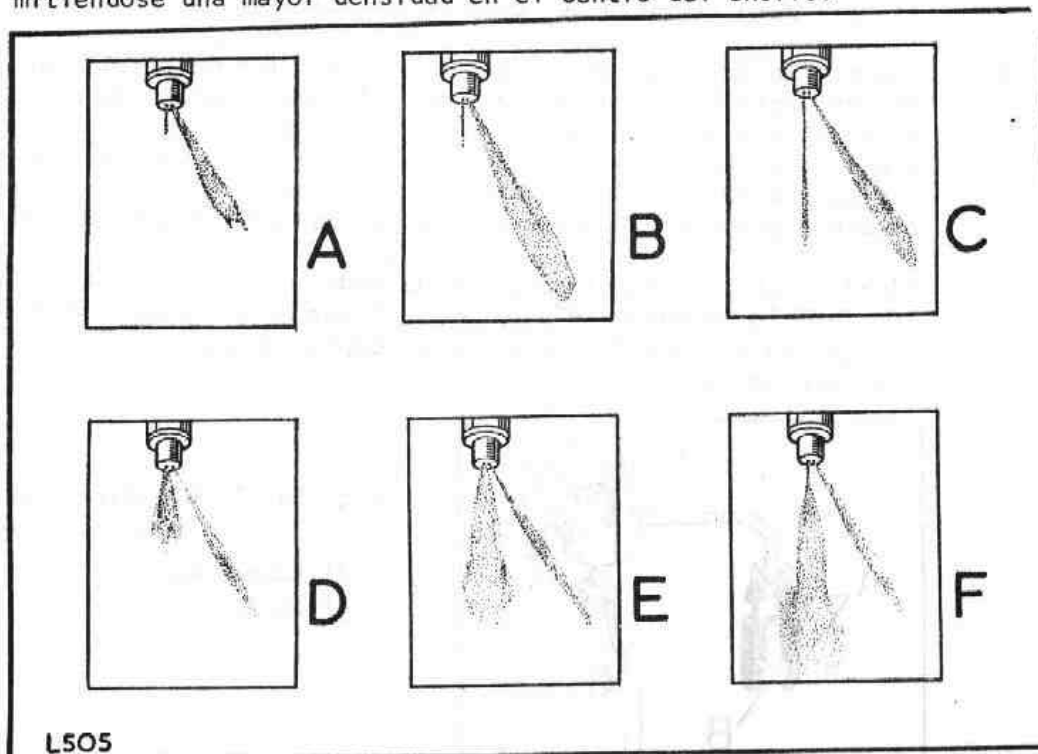

Fig. L1-15 Esquema del chorro de salida pulverizado durante el arranque y marcha normal
- 4.12. El chorro del orificio auxiliar debe comprobarse a 60 emboladas por minuto y el del orificio principal a 140. Las características del chorro a velocidad de arranque deberá ajustarse según los esquemas A-B-C (Fig. L1-15) y en el funcionamiento normal, se ajustará a los esquemas D-E-F.